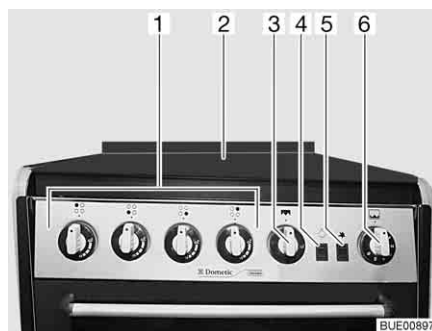

Fig. 153 Réchaud à gaz avec four et grill
- Ouvrir le couvercle du réchaud à gaz (Fig. 153,2).
- Tourner le bouton tournant (Fig. 153,1) du brûleur désiré en position d'allumage (grande flamme) et appuyer.
- Appuyer plusieurs fois sur le bouton d'allumage (Fig. 153,5) jusqu'à ce que la flamme se consume.
- ▷ L'interrupteur (Fig. 153,4) permet d'allumer et d'éteindre la lumière dans le four.
- Appuyer légèrement sur le bouton tournant (Fig. 153,3) et tourner en position d'allumage (grande flamme).
- Appuyer sur le bouton d'allumage (Fig. 153,5) jusqu'à ce que la flamme se consume.
- Appuyer légèrement sur le bouton tournant (Fig. 153,6) et tourner en position d'allumage entre 1 et 6.